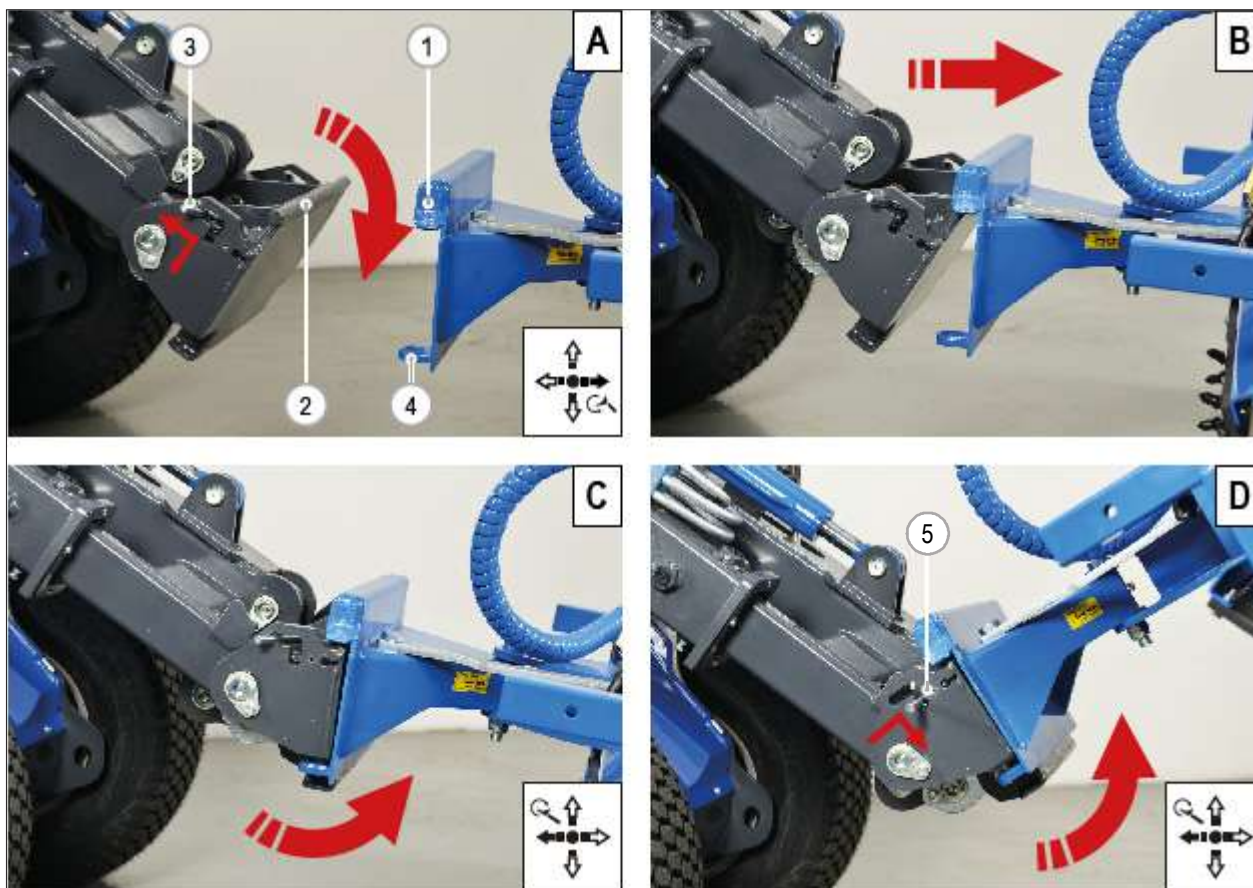

РИС. 34
- 2) Поднимите и нажмите два рычага (РИС. 34 - Сс. 3), расположенные на быстром сцепном устройстве, заглушки креплений поднимутся.
- 5) Медленно двигайтесь к навесному оборудованию и совместите верхний край монтажной пластины машины (РИС. 34 - Сс. 2) и верхнюю кромку монтажной пластины навесного оборудования (РИС. 34 - Сс. 1). Установите верхний край монтажной пластины машины в верхнюю кромку монтажной пластины навесного оборудования (РИС. 34 - Сс. В).
- 6) Когда верхний край монтажной пластины машины будет в монтажной пластине навесного оборудования, слегка поверните монтажную пластину машины назад, чтобы нижний край монтажной пластины занял свое место в навесном оборудовании (РИС. 34 - Сс. С).
- 7) Продолжайте вращать навесное оборудование назад, и рычаги активации блокировки (РИС. 34 - Сс. 5) автоматически защелкнутся в заблокированном положении, закрепив навесное оборудование на машине.
- 8) Визуально проверьте, находятся ли два рычага (РИС. 34 - Сс. 5) в нижнем положении. В противном случае соединение выполнено неправильно.
- 4) Медленно двигайтесь к навесному оборудованию и совместите верхний край монтажной пластины машины (РИС. 34 - Сс. 2) и верхнюю кромку монтажной пластины навесного оборудования (РИС. 34 - Сс. 1). Заправьте верхний край монтажной пластины машины в верхнюю кромку монтажной пластины навесного оборудования (РИС. 34 - Сс. В).
- 6) Когда верхний край монтажной пластины машины окажется в монтажной пластине навесного оборудования, поверните монтажную пластину машины немного назад, чтобы нижний край монтажной пластины мог войти в нужное положение на насадке (РИС. 34 - Сс. С).
- 1) Поднимите и отодвиньте два разъединительных рычага (РИС. 34 – Сс. 3) от быстрого соединительного устройства, отсоединятся две вилки.